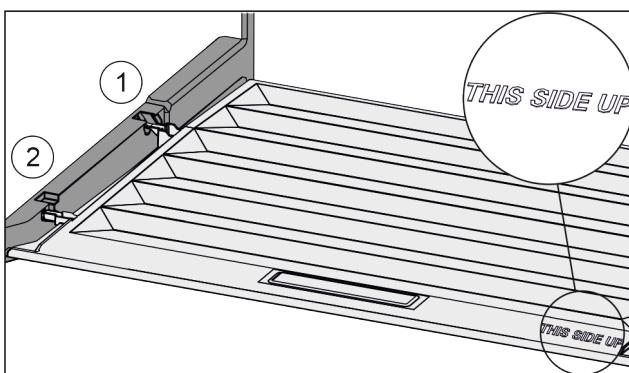

Fig. 72
- Introduceți nervura capacului prin orificiul suportului posterior Fig. 72 (1) și înclichețați-l în față în suport Fig. 72 (2).